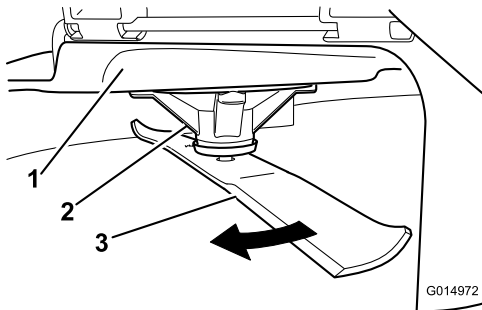

Figura 61
2. Llevando guantes fuertemente acolchados u otro tipo de protección apropiada para las manos, gire la cuchilla a medir lentamente hasta una posición que permita medir eficazmente la distancia entre el filo de corte y la superficie nivelada en la que descansa la máquina (Figura 61).